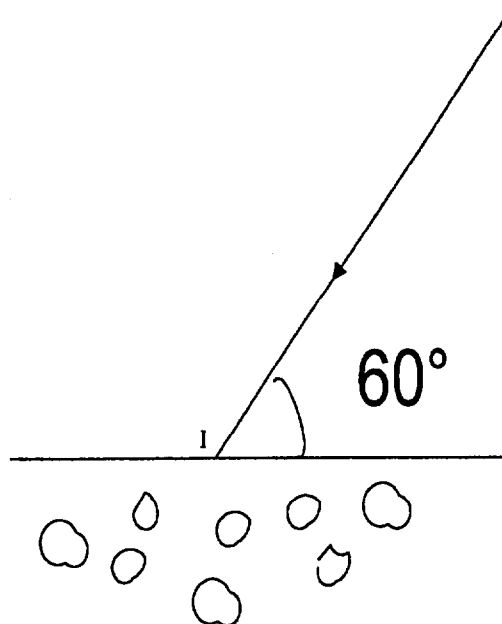

figure 3
On considère que l'échantillon est une surface parfaitement plane, recouverte d'une couche de peinture rouge (figure 3). On ne prend en compte que deux constituants :
- 2.1. Que va-t-il se produire lorsque le rayon représenté sur la figure 3 va atteindre le point I. Reproduire la figure 3 et représenter les deux nouveaux rayons observés, sans tenir compte des pigments.